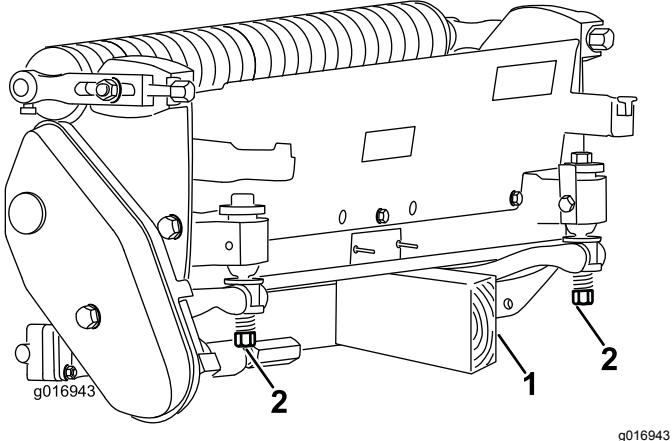

Figura 8
Ogni volta che dovete inclinare l'apparato di taglio per esporre la controllama o il cilindro, supportate la parte posteriore dell'apparato di taglio per evitare che i dadi sul retro delle viti di regolazione della barra di appoggio tocchino il piano di lavoro (Figura 8).
- Nota:** Accertatevi che i dadi o le viti di regolazione sul retro della barra di appoggio non poggiino sul piano di lavoro (Figura 8).